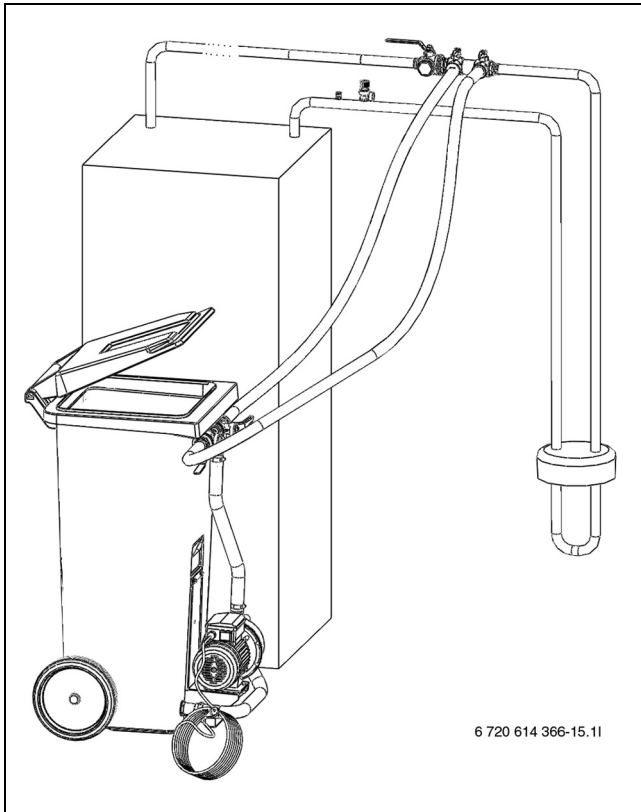

Bild 20 Befüllen mit Befüllstation
- Zwischen Befüllstation und Befülleinrichtung zwei Schläuche anschließen (→ Bild 20).